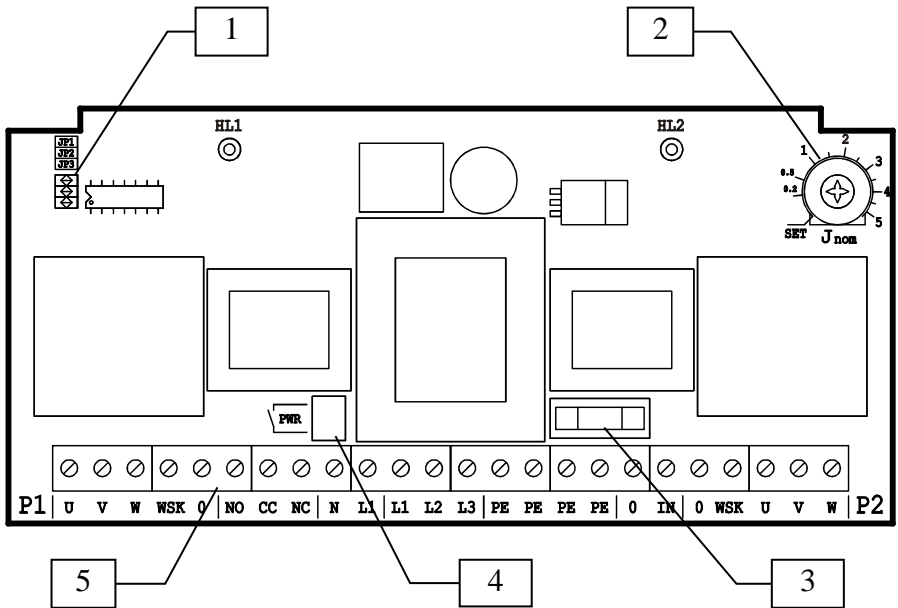
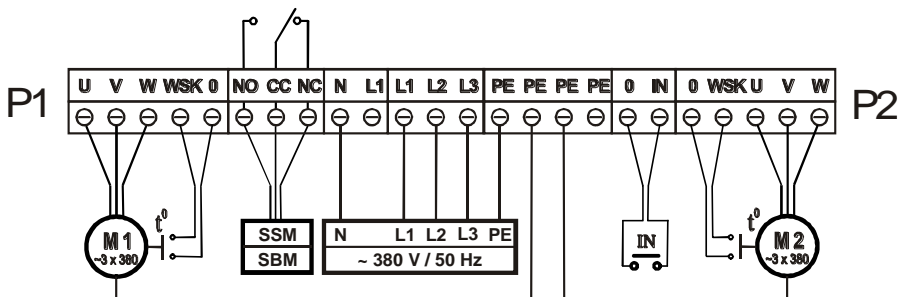
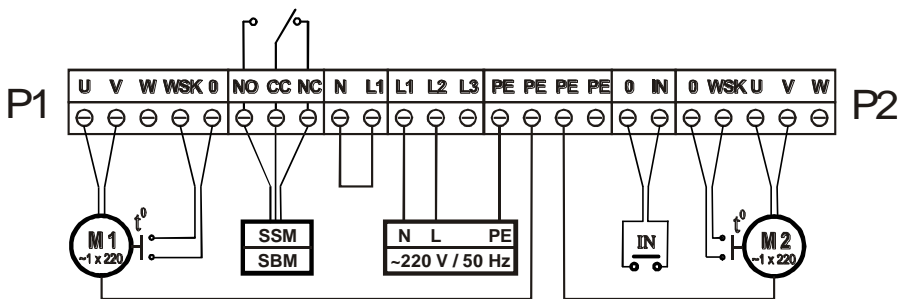

Рис. 2 Внутренний вид прибора
Рис. 3 Схема подключения прибора к трехфазной электросети
Рис. 4 Схема подключения прибора к однофазной электросети
5.2 Внутренний вид прибора (рис. 2)
- для подключения питающей электросети необходимо использовать соответствующие клеммы и кабель с сечением соответствующим току потребляемому двигателями. Схемы подключения питающей электросети в зависимости от количества фаз приведены на рис.3 и рис.4:
L1, L2, L3, N, PE -клеммы для подключения к трехфазной электросети ~380 В,50 Гц (рис.3);
L1, L2, PE - клеммы для подключения к однофазной электросети ~220 В,50 Гц: L2-фаза, L1-нейтраль. Так же необходимо соединить перемычкой клеммы N и L1 (рис.4);
- при подключении внешнего устройства сигнализации неисправности/работы используется выход **SSM/SBM** -клеммы **NO, CC, NC** (рис.3, рис.4). При помощи перемычки **JP3** (рис.2, поз.1), устанавливается тип сигнализации: перемычка установлена – обобщенная сигнализация неисправности, перемычка отсутствует – обобщенная сигнализация работы.
- после электрического подключения необходимо подсоединить клемму основного выключателя к соответствующему разъему на плате прибора (рис.2, поз.4).
- установить при помощи перемычек **JP1, JP2** (рис.2, поз.1) время автоматического переключения насосов:
- установить при помощи перемычки **JP3** (рис.2, поз.1) тип обобщенной сигнализации на выходе **SSM/SBM**:
- произвести регулировку защитного отключения насоса при превышении тока в двигателе с помощью потенциометра номинального тока $J_{ном}$, (рис.2, поз.2). **Внимание! Не прикладывать чрезмерного усилия при вращении потенциометра!**